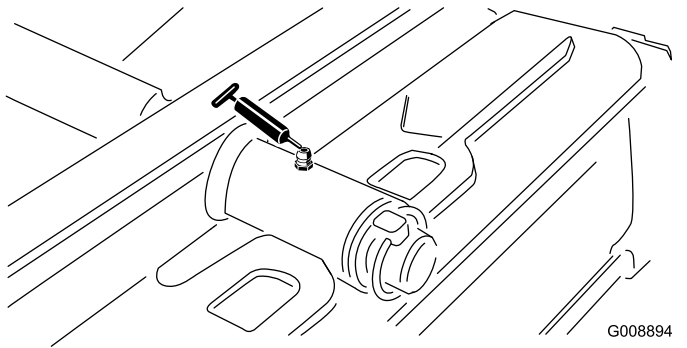

Bild 56
- Drehbüchsen am Heckmähwerk (Bild 56)